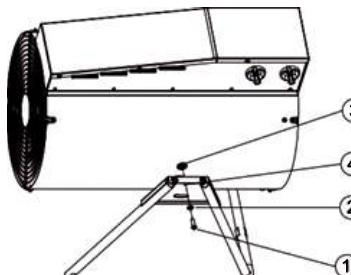

Рис. 6
Установить тепловую пушку на заднюю решетку, как показано на (Рис.6). Совместить отверстие в опоре (4) с верхней резьбовой гайкой (3) на корпусе прибора и закрутить винт M6x20 (1) с шайбой (2) с обеих сторон тепловентилятора (Рис.6).